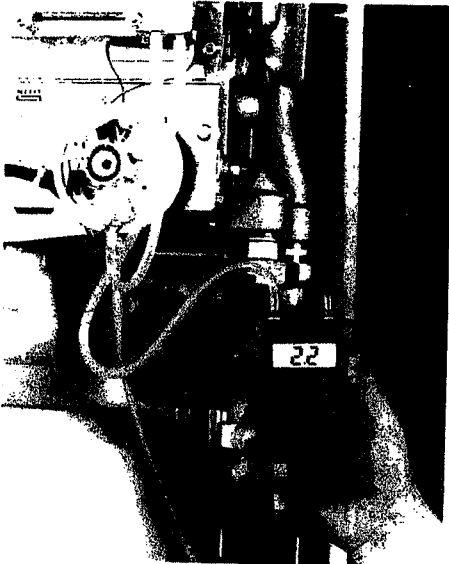

fig. 18
1. Mål blæsertrykket på P1 og P2 på brænderdækslet (Fig. 18); på kedler med balanceret - eller splitaftræk er det nødvendigt at afmontere friskluftindtaget først. Hvis differensstrykket mellem P1 og P2 er $< 2,0$ mbar, er det nødvendigt med stort eftersyn.